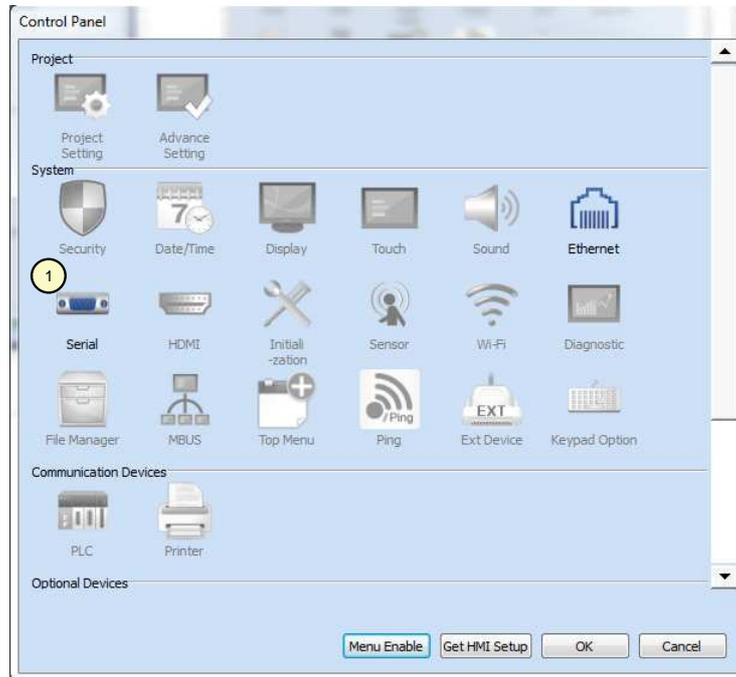

Figure 10
- Cliquer sur l'icône du port série, repère 1 de la figure 10.